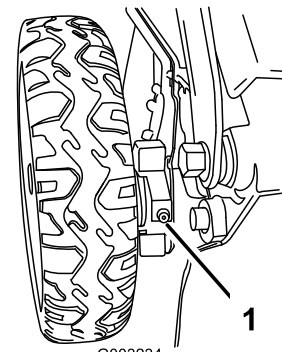

Figure 39
1. Essayez les graisseurs situés juste à l'intérieur des roues arrière avec un chiffon propre (Figure 39).